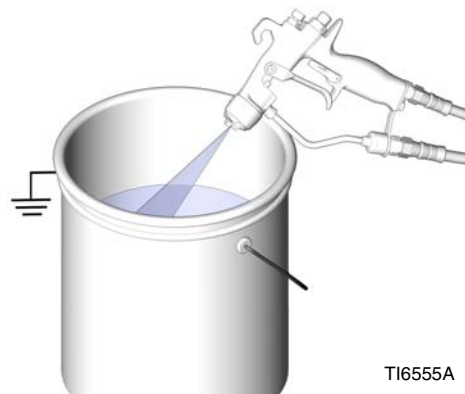

FIG. 11
5. Håll en metalldel på pistolen stadigt mot ett jordat metallkärl. Tryck av pistolen för att avlasta trycket. Se FIG. 11.